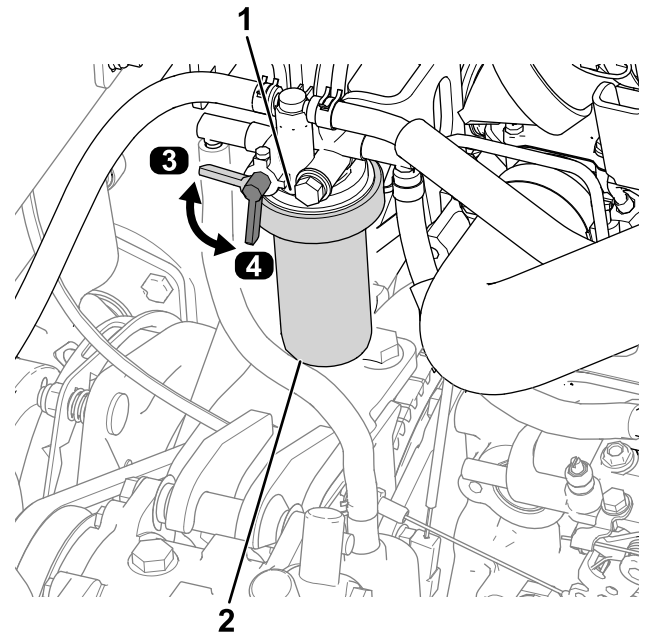

Figura 59
1. Mova a alavanca da válvula do combustível para a posição DESLIGAR (Figura 59).
2. Limpe a zona em torno da cabeça do filtro de combustível (Figura 59).
3. Retire o filtro e limpe a superfície de montagem da cabeça do filtro (Figura 59).
6. Mova a alavanca da válvula do combustível para a posição LIGAR (Figura 59).